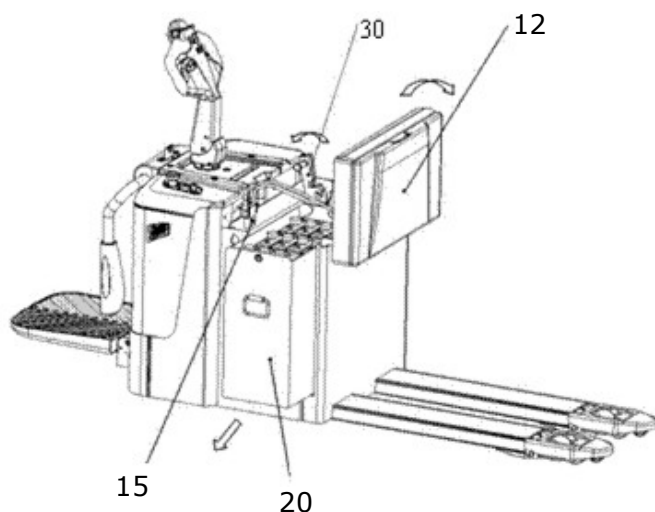

Рис. 16: Замена АКБ
Припарковать тележку в безопасной зоне, выключить ее с помощью замкового выключателя (18), затем нажать аварийную кнопку (10). Открыть крышку аккумуляторного отсека (12), отсоединить разъем (15), и открыть замок (30), аккуратно вытащить аккумулятор (20) в соответствии с Рис. 16.